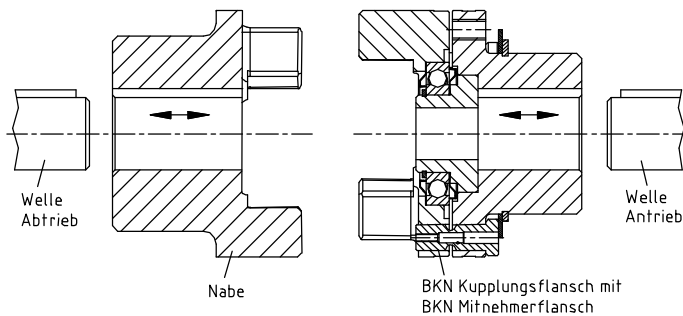

Bild 4: Montage des BKN Kupplungsflansches und der Nabe
- Montieren Sie den BKN Kupplungsflansch mit angebautem BKN Mitnehmerflansch und Brechbolzen auf die Welle der Antriebsseite und die Nabe auf die Welle der Abtriebsseite (siehe Bild 4). Die Innenseite der Teile müssen bündig mit den Stirnflächen der Wellen abschließen.